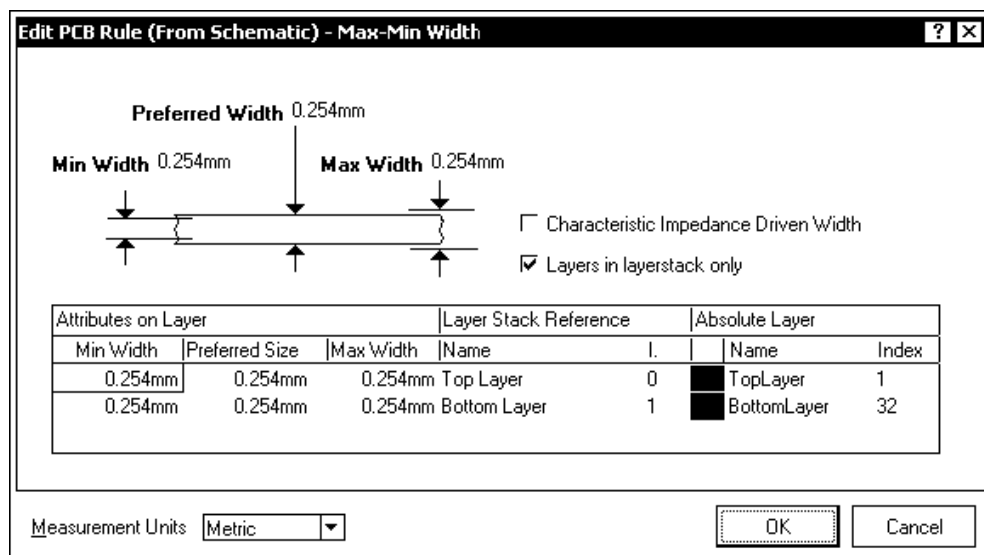

Рис. 4.17. Назначение правила для ширины печатных проводников
5. Двойным щелчком в строке с именем выбранного правила открыть диалоговое окно редактирования его свойств. Например, при указании строки **Width Constraint** (Ограничение ширины) открывается диалоговое окно настройки ширины печатных проводников для цепей текущего класса (рис. 4.17).